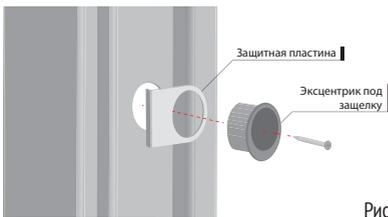

Рис. 3
3.13. Снова проверьте работоспособность замков, прилегание полотна к коробу и усилие при закрытии двери. После этого закрепите короб анкерами на обеих вертикальных стойках через монтажные отверстия в его средней части, контролируя при этом их прямолинейность. Если дверь укомплектована эксцентриком с или без защитной пластиной, то после их установки (рис. 3) произведите регулировку притвора двери.